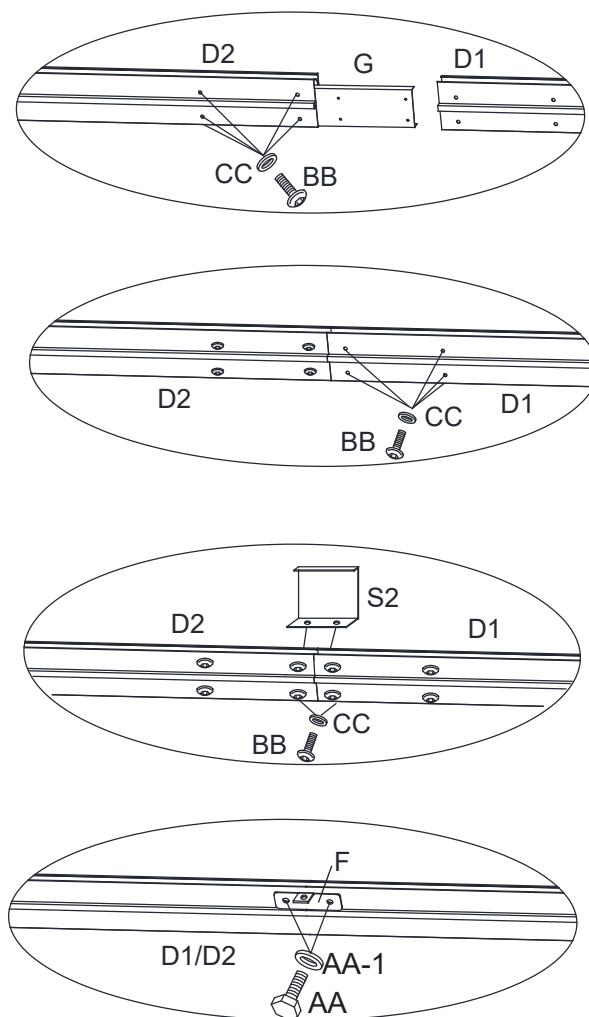

Fig.3.2
3.2. Reliez le linteau long gauche (D1) au linteau long droit (D2) à travers le connecteur de linteau - large (G) à l'aide du boulon (BB) et de la rondelle (CC), et une rondelle (CC), placez le couvercle de linteau - centre (S2) sur le joint des deux linteaux avec le boulon (BB) et la rondelle (CC), puis visser le connecteur (F) dans le linteau (D1/D2) à l'aide du boulon (AA) et de la rondelle (AA-1), veillez à installer les vis dans l'ordre indiqué dans le schéma. vis dans l'ordre indiqué sur l'illustration. Voir Fig. 3.2